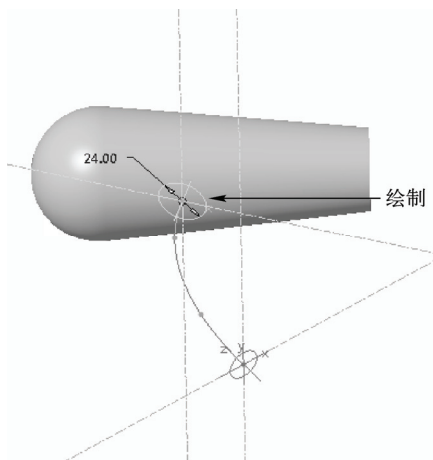

图 17-8 绘制草绘截面四
STEP 07 单击“关闭”面板中的“确定”按钮, 返回到“截面”下滑面板，单击“插入”按钮，然后单击“草绘”按钮，进入草绘环境，单击“草绘”选项卡中的相应按钮，绘制草绘截面，如图 17-8 所示。